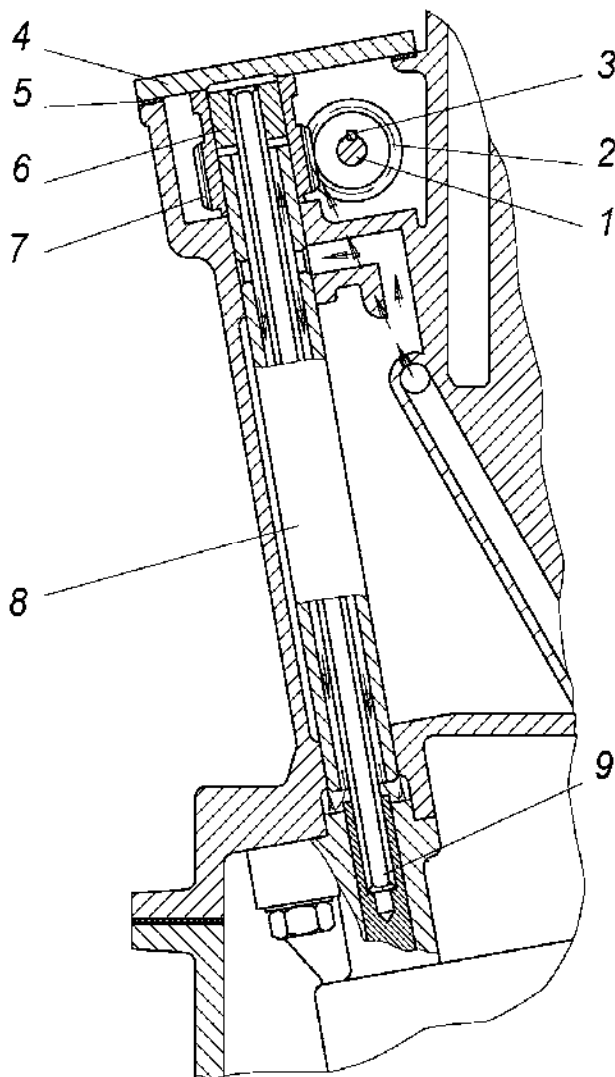

Рис.33. Привод масляного насоса:
**Привод масляного насоса** (рис.33) осуществляется парой винтовых шестерен от промежуточного вала 1 привода распределительных валов.